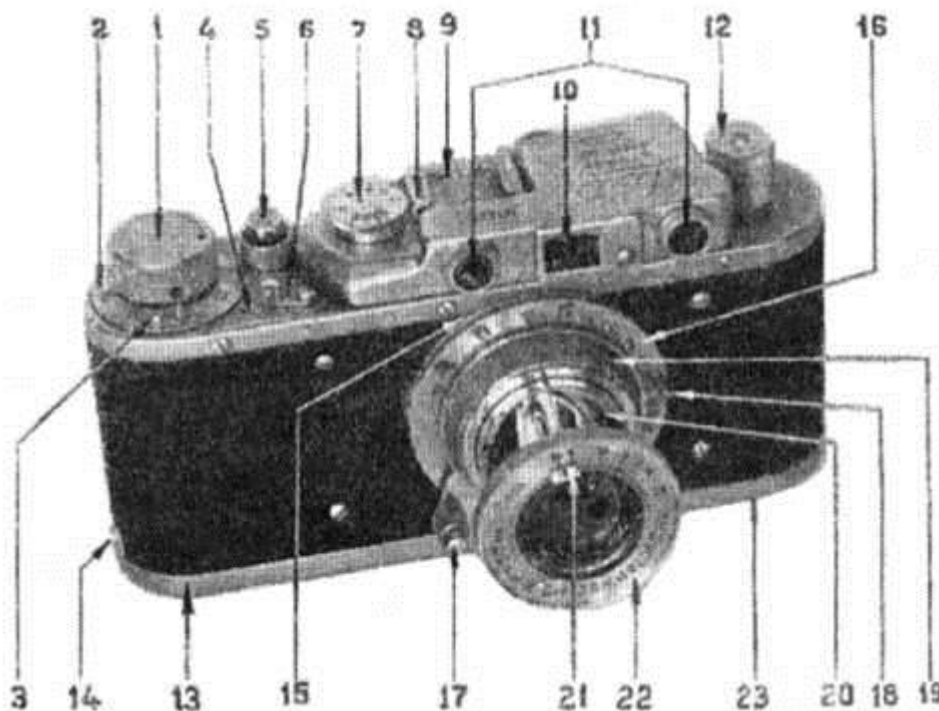
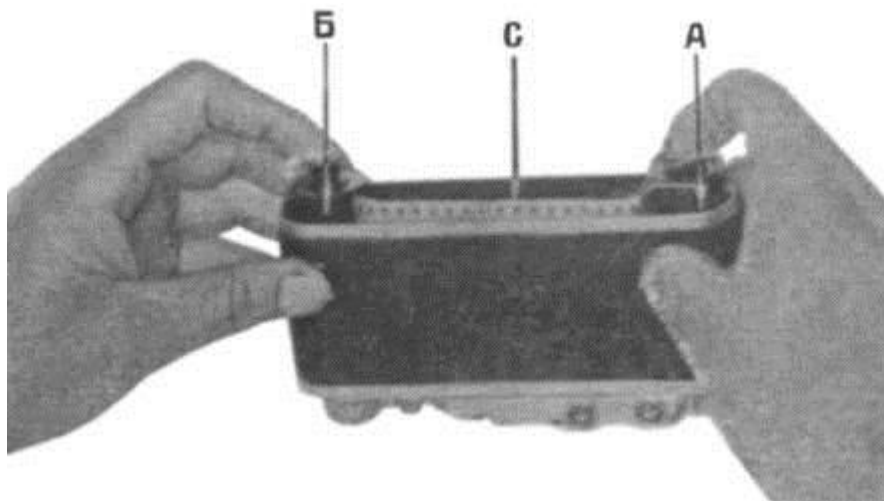

Рис. 1
Рис. 11
4. Открытую камеру поставьте объективом от себя (рис. 11). Держа кассету «А» правой рукой, а катушку «Б» левой, введите пленку в прорезь «С», равномерно опуская их в гнезда. Если кассета не доходит до места, то поверните ручку обратной перемотки 11 (на рис. 1).
5. Оденьте нижнюю крышку 13 (рис. 1), плотно прижмите ее и поверните дужку замка 23 по часовой стрелке на пол оборота. Стрелка замка будет указывать на «Закрыто». Проверьте, замкнута ли крышка.
3. Вытяните головку обратной перемотки пленки 12 (рис. 1 и 17) и вращайте ее по направлению стрелки. Конец перемотки обнаружьте по усилию, которое потребуется приложить для вырывания пленки из катушки, а также потому, что защитная гайка 5 перестанет вращаться.